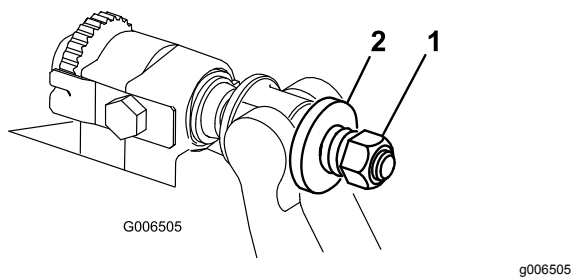

图 32
5. 旋紧弹簧加压螺母直到弹簧完全压紧然后往回松开 1/2 圈 图 32。